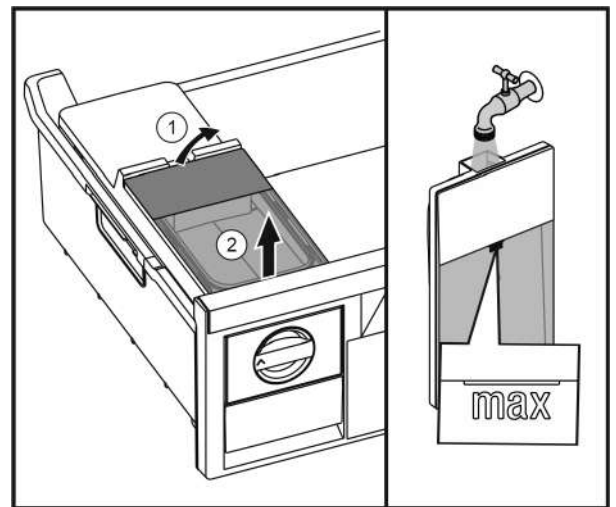

Fig. 28
- ▶ Wassertank von hinten anheben Fig. 28 (1) und nach oben entnehmen Fig. 28 (2).